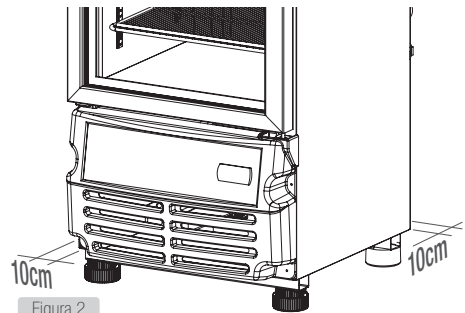

Figura 2
- 5 Tanto la parte posterior de la unidad como sus laterales deben quedar a 10 cm como mínimo de cualquier obstáculo que impida la libre circulación de aire. La incorrecta ubicación del equipo afecta su rendimiento, implica pérdida de eficiencia y mayor consumo de energía. (Figura 2)